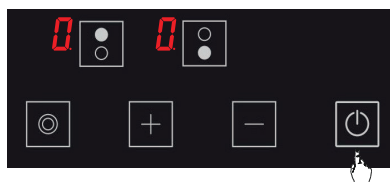

Figure 8
1.  Allumez la cuisinière en appuyant sur le bouton. (Voir Fig. 8)